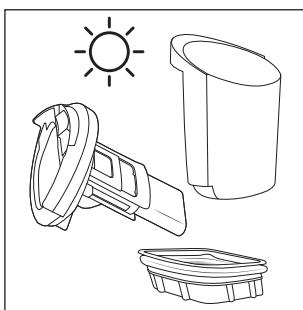

Fig. 27
- ◆ Lăsați filtrul de murdărie **⑩**, rezervorul de apă murdară **②** și capacul rezervorului de apă murdară **⑨** să se usuice complet (a se vedea fig. 27).